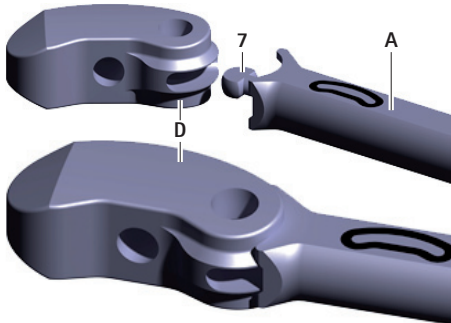

Fig. 2 Koppla fast provimplantatet i insättningsinstrumentet
- Koppla fast provimplantatet D i nyckelgreppet 7 på insättningsinstrumentet A, se Fig. 2. Kontrollera provimplantatets riktning (ska vara vänt enligt texten på insättningsinstrumentet).